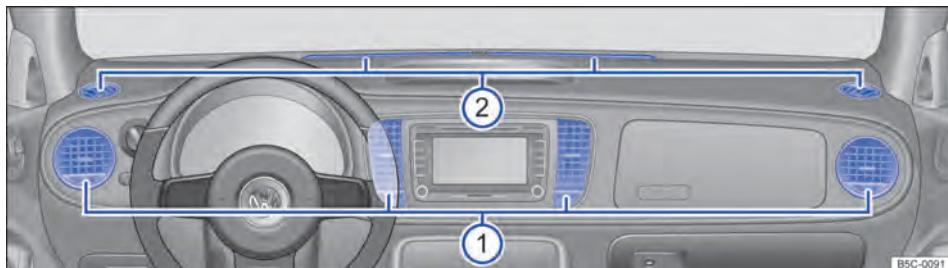

Fig. 126 Difusores de ar no painel de instrumentos.
Para que uma potência de aquecimento, uma refrigeração e uma entrada de ar suficientes sejam atingidas no interior do veículo, os difusores de ar  Fig. 126 ① devem permanecer abertos.